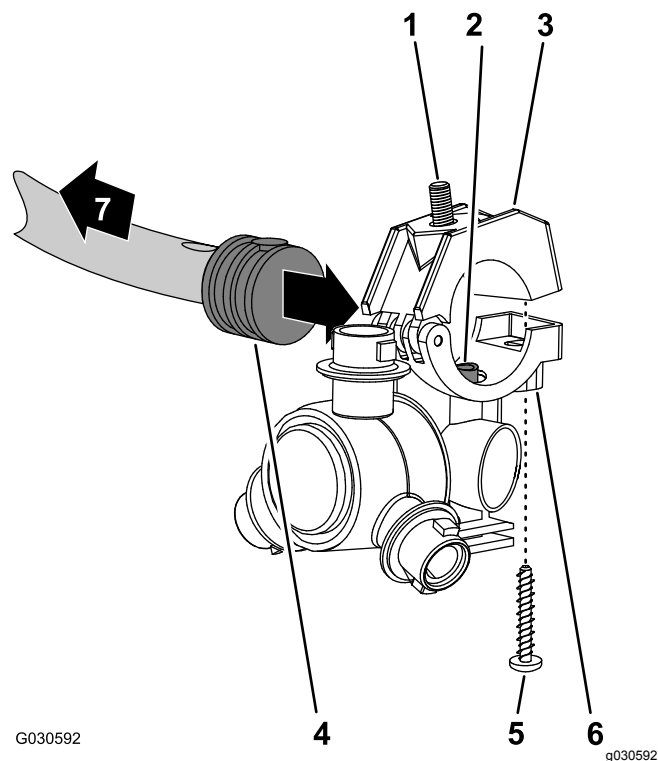

Figure 77
1. Avec la buse de pulvérisation que vous avez retirée à l'opération 12 Dépose des flexibles de buses de pulvérisation du système à 3 sections (page 32), alignez le tube de transfert dans le demi-collier inférieur d'une buse de pulvérisation (Figure 77) et le trou dans le côté de l'anneau cannelé simple ($\frac{1}{2}$ ").
2. Fermez le demi-collier supérieur autour de l'anneau cannelé et fixez le demi-collier et le corps de la buse de pulvérisation (Figure 77) avec la vis en acier inoxydable (n° 12 x $\frac{1}{4}$ " ; serrez la vis en acier inoxydable à un couple de 2,26 à 2,82 N·m.